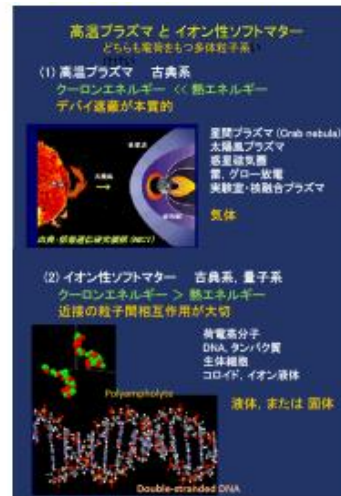

Figure 1: 高温プラズマとイオン性ソフトマター。高温プラズマは星間プラズマや太陽風、実験室・核融合プラズマに見られ、粒子間距離が離れた弱結合系であり、電離した気体である。イオン性ソフトマターは荷電高分子、生体 DNA やタンパク質、コロイドなどで、粒子どうしは近い距離にある強結合系で、液体・固体である。
これらの代表は、高温プラズマとイオン性ソフトマターであり、その違いを Figure 1 に示す2)。高温プラズマは星間プラズマ、太陽風や実験室・核融合プラズマがあり、弱結合系である。これは第4の物質状態とわかれながら、電離しているため日常生活では触れることはないが、地球磁気圏は我々を取り巻く地球物理学の分野の魅力的な研究対象である。一方、イオン性ソフトマターは荷電高分子、DNA とタンパク質、コロイドなどの強結合系であり、毎日の身近な分野である。DNA において、ピエラム長は約7 Å である。この結晶をテーマとする固体物理学は、物理学の大切な分野である2)。以下では、計算機シミュレーションが、粒子シミュレーション法から分子動力学法へと展開してきたことを述べよう。
2)図の番号は、もとの論文の FIG. 名を尊重して、ここではキャプション、本文は Figure 1, 2, 3... で統一表記する。なお、この記号は CGS 単位系によるが、MKSA 単位系については最後にある appendix で解説する